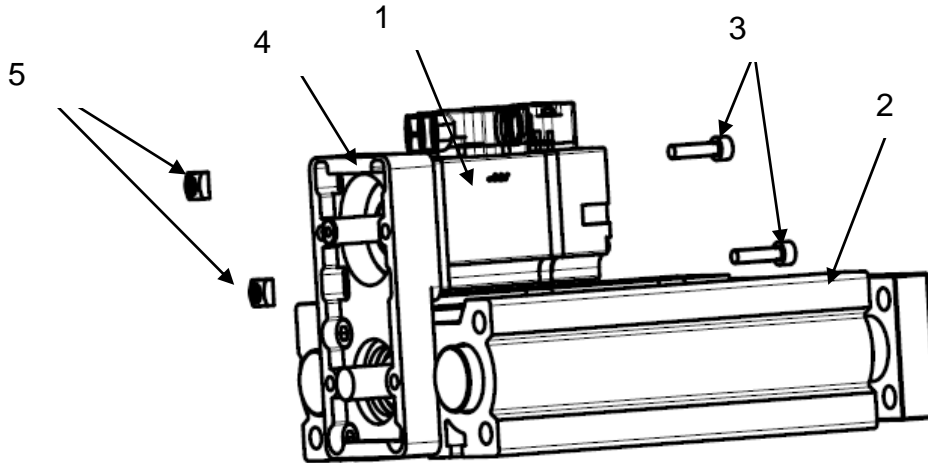

Рисунок 10 – Установка двигателя.
2) установить двигатель (поз. 1) на корпус (поз. 4) при помощи винтов (поз. 3) и гаек (поз. 5) (см. рисунок 10).